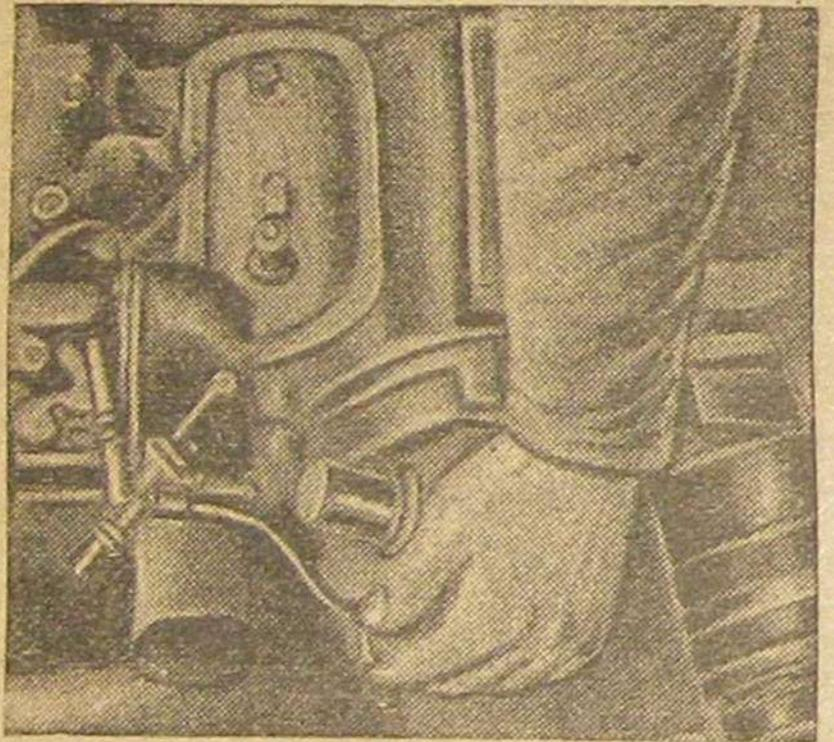

Рис. 15. Регулировка оборотов двигателя В-20
- 4) завести с помощью рукоятки пусковой двигатель В-20, для чего засосать бензин, прикрыв воздушную заслонку карбюратора; дроссельную заслонку карбюратора поставить в положение, соответствующее среднему числу оборотов, что достигается путем завинчивания регулировочного болта (рис. 15); после запуска пускового двигателя дать ему проработать 5—6 мин. для прогрева воды в рубашках газового двигателя;